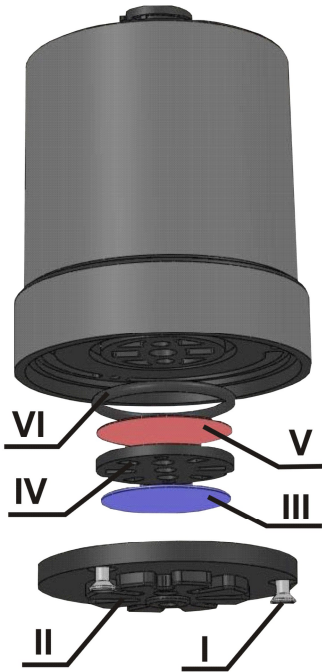

Рисунок 8.1
8.7 Для обеспечения защиты газового сенсора БД для тяжелых условий эксплуатации от проникновения воды и пыли используется система, изображенная на рис. 8.1. Она состоит из:
- (I) – крепежные винты
- (II) – защитная крышка
- (IV) – крышка сетки
- (V) – гидрофобная мембрана с размером пор 0.6 мкм типа МФФК-4 (D 25 мм)
- (VI) – уплотнитель мембраны.
Сборку производить согласно рис.8.1. Уложить элементы (III), (IV) и (V) на защитную крышку (II) – защитная крышка в сборе. Мембрану положить ровно по центру. Вставить уплотнитель (VI) в паз корпуса БД. Приставить защитную крышку в сборе к корпусу БД – есть ключ для однозначной установки. Зажать винты (I).